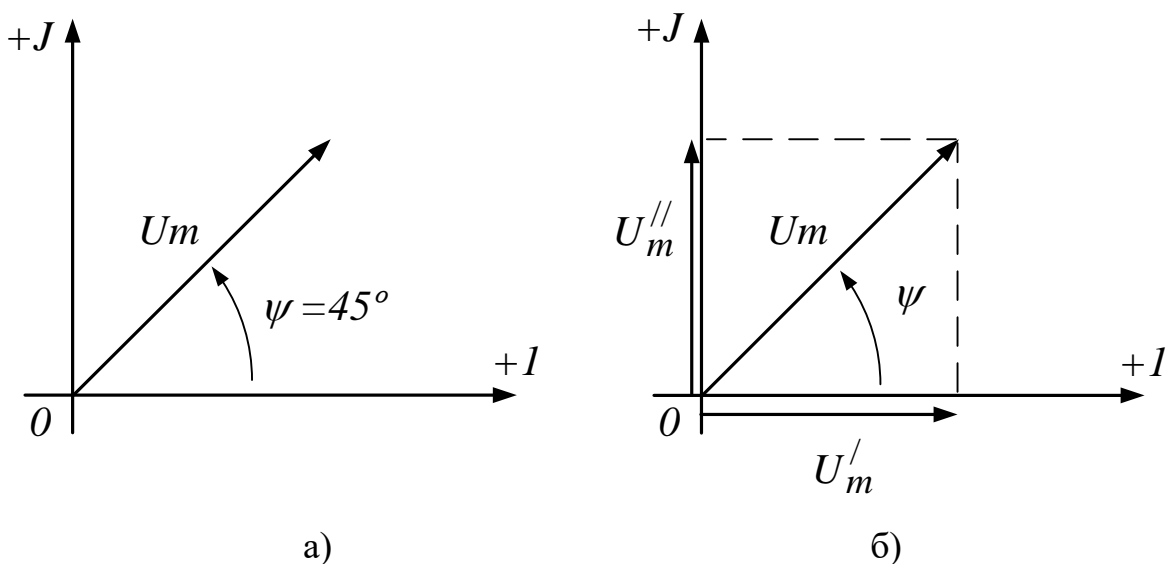

Рисунок 3.3 - Вектор напряжения в комплексной плоскости (а) и его проекция (б) на оси U'_m и U''_m .
5. Поместим данный вектор в комплексную плоскость (рисунок 3.3).
Ток в цепи, содержащей резистор сопротивлением $R=10$ Ом (рисунок 3.3.), изменяется по закону